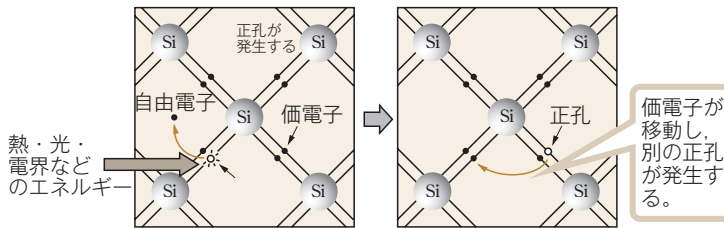

図3 正孔の発生
ると、熱エネルギーなどによって原子核との結合を離れて原子間を動き回るようになる。このような電子を**自由電子(伝導電子)**^❶といい、電気を運ぶ働きをする。自由電子は、温度が高くなるほど多くなる。一方、負の電気をもった電子が抜けた部分は、電気的に正の電気を帯びることになり、これを**正孔**^❷とよぶ。正孔は図3のように発生し、電子と等しい量の正の電気をもった粒子として扱う。